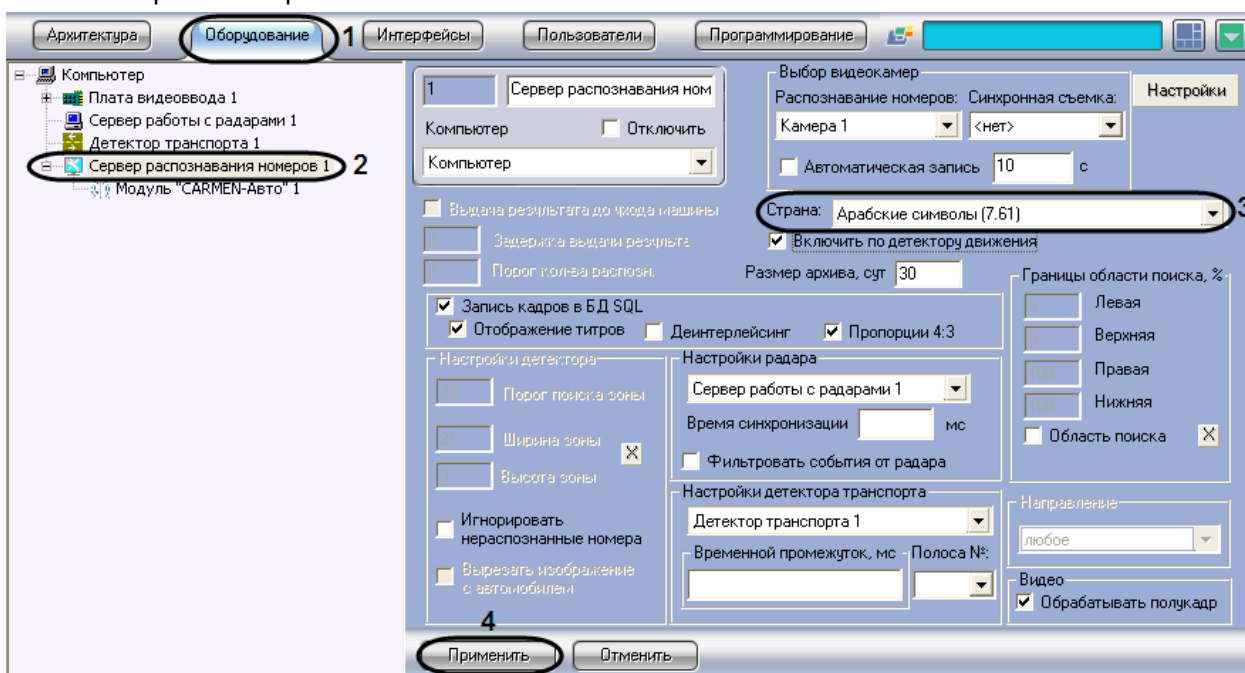

Рис. 7.2—15. Выбор режима распознавания номеров модулем «CARMEN -Авто»
1. В диалоговом окне «Настройка системы» перейти на вкладку «Оборудование» (Рис. 7.2—15, 1).
2. В дереве объектов на вкладке «Оборудование» выбрать объект «Сервер распознавания номеров», соответствующий активированному программному модулю «CARMEN-Авто» (см. раздел «Активация программного модуля, используемого для распознавания номеров», Рис. 7.2—15, 2). В правой части вкладки «Оборудование» отобразится панель настройки выбранного объекта.
3. Из списка «Страна» (см. Рис. 7.2—15, 3) выбрать одно из следующих значений: